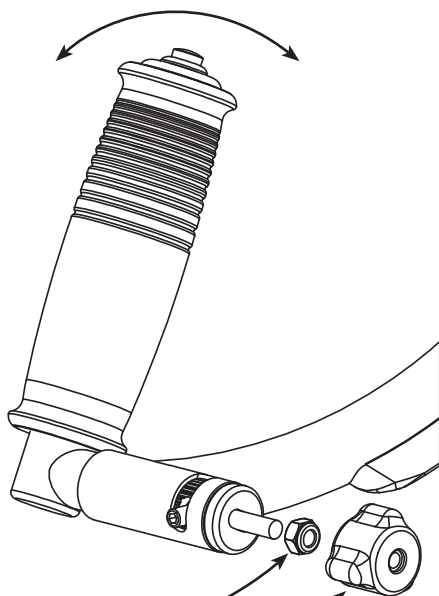

Bild FS-18
**Schritt 1:** Entfernen Sie den Zylinderknebel und drehen Sie die selbstsichernde Mutter gegen den Uhrzeigersinn, um einen freie Bewegung des Griffes zu ermöglichen. (siehe Abb. FS-18).